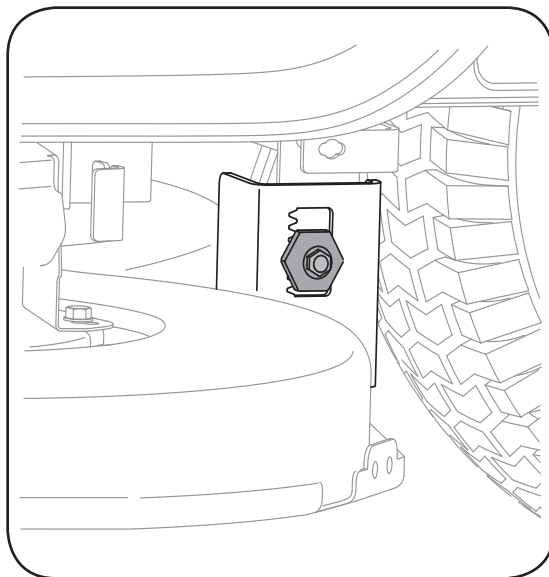

Figura 5-2
3. Afloje, pero NO extraiga, el tornillo de cabeza hexagonal ubicado en la ménsula de suspensión izquierda de la plataforma. Vea la Figura 5-2.